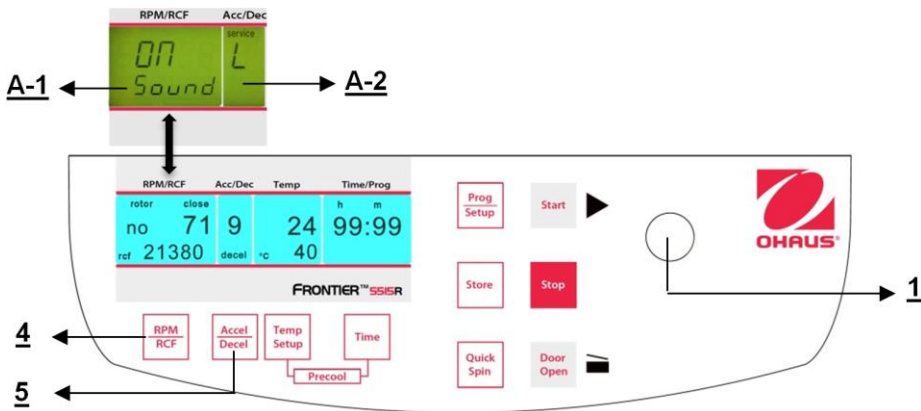

Figura 33
Proceda como se describe en el punto 4.1.2 para ingresar en este modo de programa y luego presione el botón "**Accel/Decel**" (5). En la pantalla "**Acc/Dec**" (A-2) destella la palabra "**Service**". Ahora seleccione la letra "**L**" con la perilla de ajuste (1). Como resultado, aparecen las palabras "**On Sound**" en la pantalla "**RPM | RCF**" (4). Si presiona el botón "**RPM | RCF**" (4) ahora, destella la palabra "**On**" y puede apagar el sonido con la perilla de ajuste (1) (vea la Figura 33).